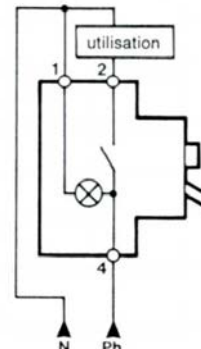

fig. 3 - version unipolaire.
- en aval de l'inter pour indication présence tension et pour repérage aisé de l'interrupteur dans l'obscurité (fig. 3 et 4).